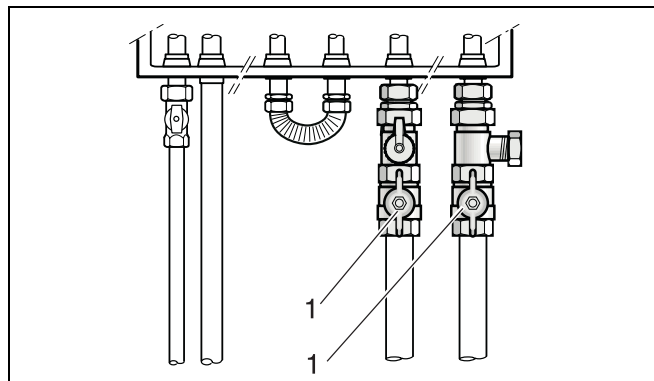

Fig. 5 Rubinetti di manutenzione
- Assicurarsi che i rubinetti di manutenzione (fig. 5, pos. 1) siano aperti (paralleli alla tubazione).